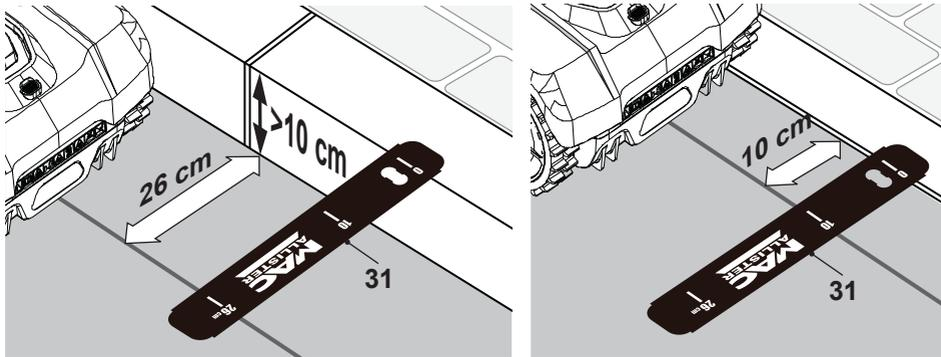

Fig. 14
- Laissez une distance d'au moins 26 cm par rapport aux obstacles/bordure physiques et de 10 cm par rapport aux pavés qui sont plans par rapport à l'herbe dans votre jardin (Fig. 14).